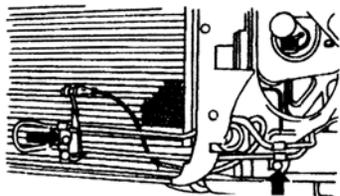

图 1.1 拆下动力转向液压冷却管
① 查取车载收录机代码。关闭点火开关,拆下蓄电池搭铁线。
② 拆下发动机罩和油底壳护板。
③ 拆下散热器下端的动力转向液压冷却管,如图 1.1 所示。拆下动力转向系统相关部件。